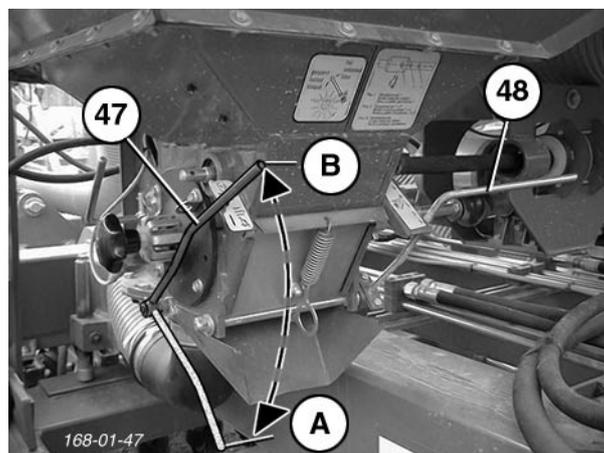

Fig.12
- Fermez les deux coulisseaux (pos. 53).
- Installez les picots (50) sur les arbres mélangeurs (si nécessaire).
- Ouvrez les deux volets de dressage (fig. 12, pos. B).
- Appuyez sur la touche (51) jusqu'à ce que le semis s'écoule de manière uniforme dans les récipients (environ au bout de 2 ou 3 tours des roues de dosage).
- Fermez les deux volets de dressage (fig. 12, pos. A).